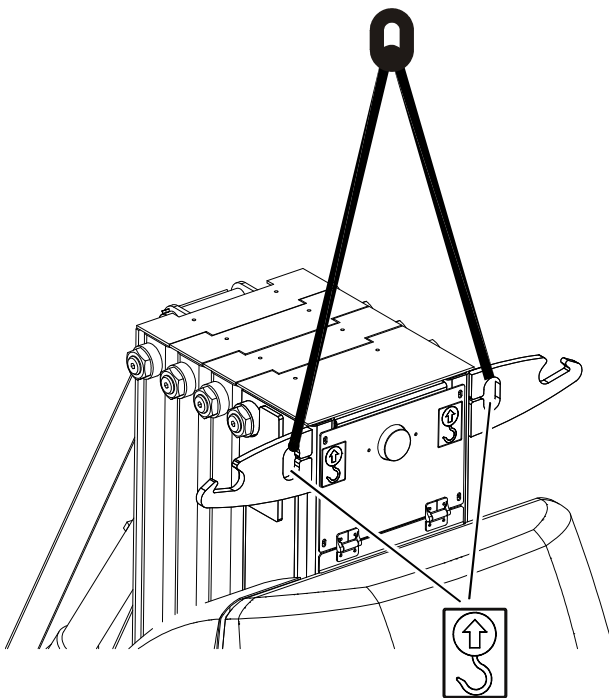

Figure 3-15. Levage de la Machine
- Fixer les élingues/chaînes aux DEUX anneaux de levage comme indiqué Figure 3-15.